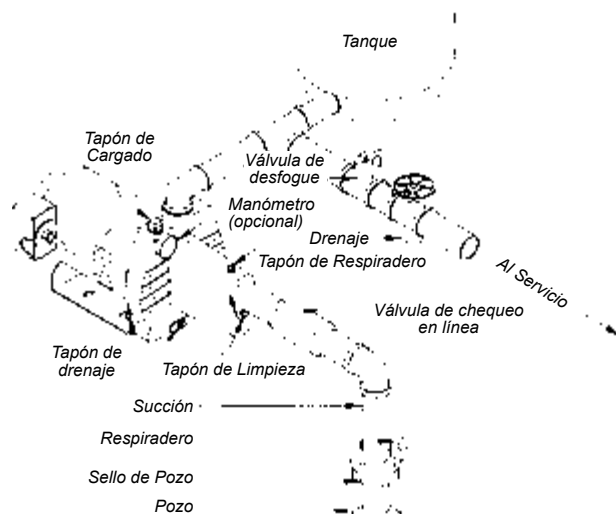

Fig. 2b POZO POCO PROFUNDO (CON VÁLVULA DE CHEQUEO EN LÍNEA HORIZONTAL)
- b) **Tubería de Aspiración:** Se recomienda se use solamente una tubería o manguera nueva, limpia, de 1¼ pulgadas. Si la bomba se instala a una distancia apreciable de la fuente de agua, la tubería de aspiración se debe aumentar a 1½ pulgadas. Las tuberías largas horizontales deben inclinarse gradualmente hacia arriba desde la fuente de agua hacia la bomba para evitar burbujas de aire en la tubería. Se debe usar un compuesto o pegamento para todas las roscas de las uniones de las tuberías, y todas las conexiones se deben ajustar completamente. **Se debe instalar una válvula de pie** y se debe revisar su funcionamiento, ya que una fuga prevendría el adecuado funcionamiento del sistema. Asegúrese que la válvula de pie esté ubicada de tal manera que esté sumergida en todo momento. Si se usa una base al fondo del pozo, o si es un pozo guiado, instale una válvula de chequeo junto a la aspiración de bomba en lugar de la válvula de pie (fig. 2b). **Todas las instalaciones deben tener una válvula de pie o una válvula de chequeo en la tubería de succión.**